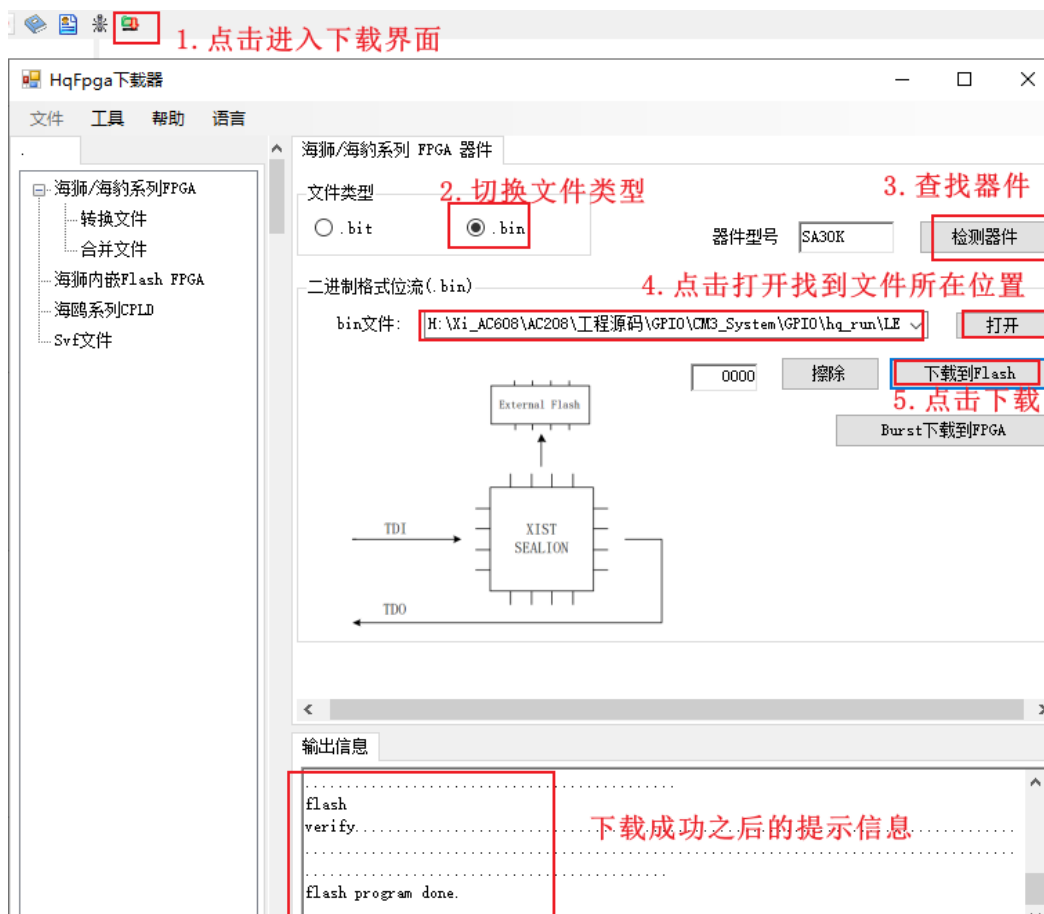

图 1.47 下载硬件设计文件
1. 下载硬件设计文件，硬件测试文件在 HQ 工程目录下的 hq_run 文件夹下，具体操作方式如下图 1.47 所示。